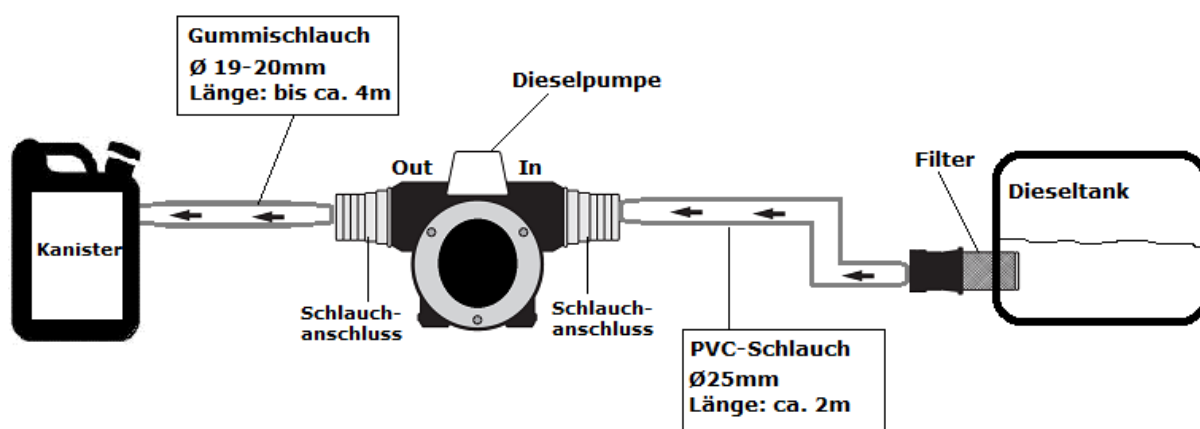

Abb. 1
- Beachten Sie auch das Verwendungsschema (Abb. 1) weiter unten.
- Verbinden Sie den Ansaugschlauch mit dem Schlauchanschluss der Pumpe (IN).